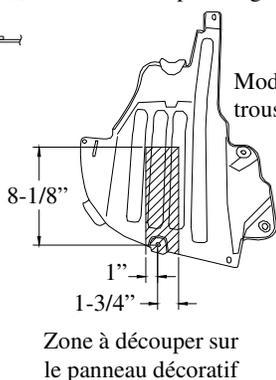

Figure 3
2. S'il est présent, enlever le panneau décoratif côté conducteur. Obtenir la permission du propriétaire avant le découpage ou retourner au propriétaire. Voir la Figure 3.